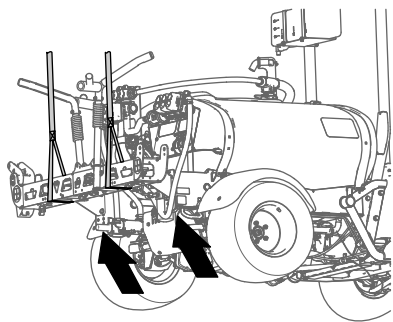

Figura 45
2. Supportate la sezione di irrorazione centrale con l'attrezzatura di sollevamento della capacità specificata (Figura 45).